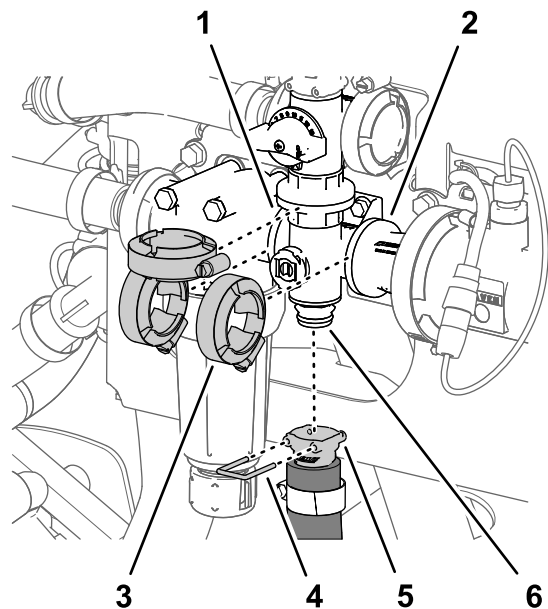

Bild 118
1. Entfernen Sie den Schnellkupplungsstift, mit dem die Schnellkupplung für den Rührwerkschlauch am Verteiler für das Rührwerkventil befestigt ist (Bild 118).
- Entfernen Sie die drei Flanschklemmen, mit denen der Rührwerkventilverteiler an den Flanschen des Druckfilterkopfs und dem Kupplungsadapter befestigt ist (Bild 118).